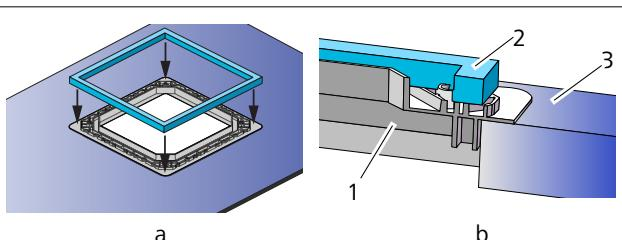

Fig. 13 Montage du joint sur un cadre adaptateur (découpe 400 x 400)
- Décollez le papier de protection et collez le joint sur le cadre adaptateur (découpe 400 x 400). Voir Fig. 13-a et b.